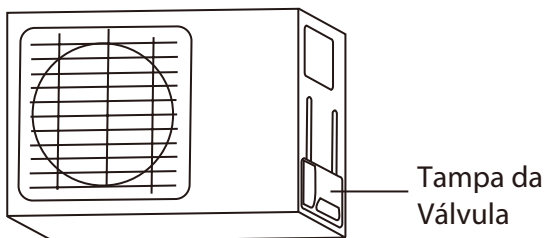

Fig. 6.9
1. Desaperte a tampa da válvula na lateral da unidade exterior. (Ver Fig. 6.9)